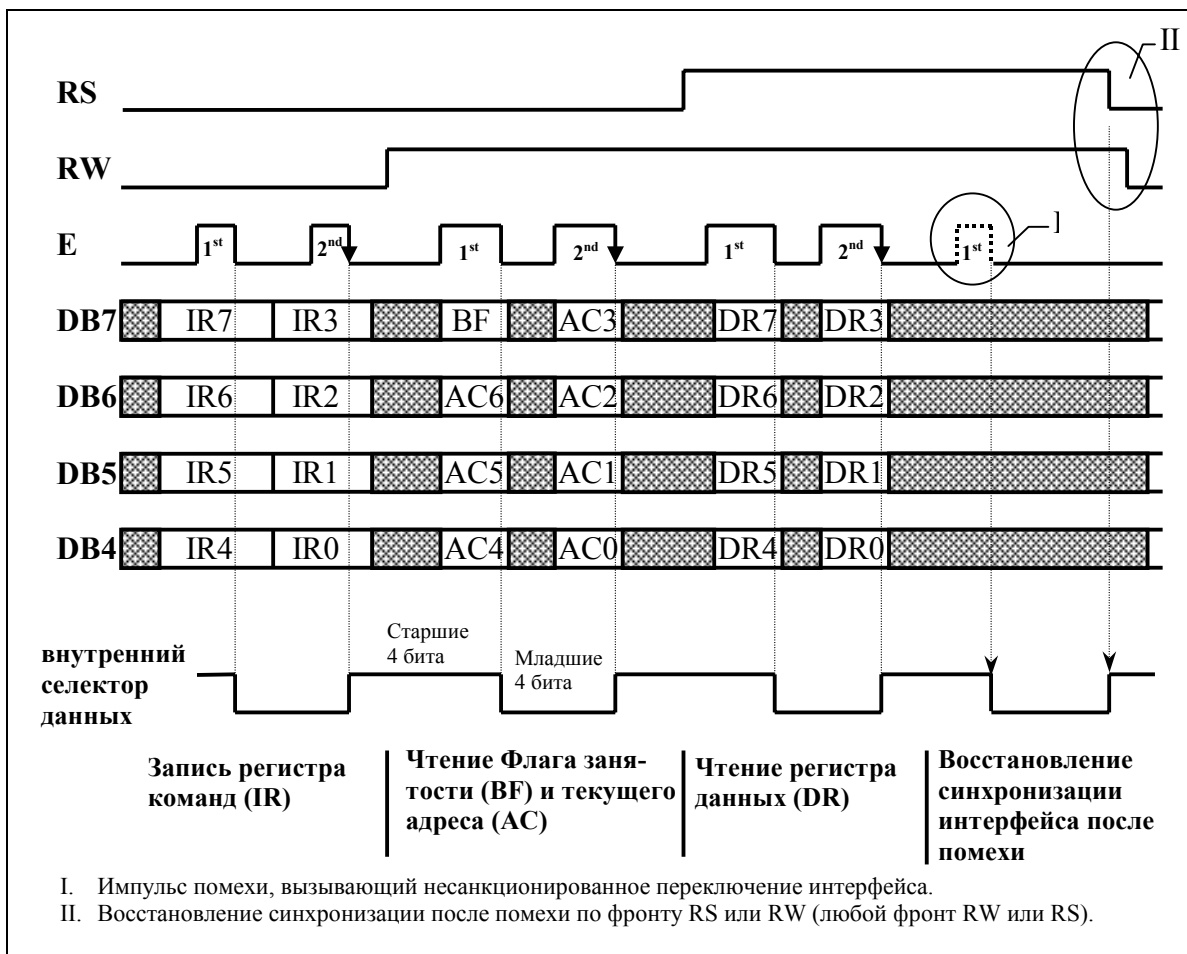

Рис.3. Пример работы 4-х разрядного интерфейса.
- в режиме 4-х разрядного интерфейса для обмена информацией с МПУ используется только 4 разряда шины данных (DB4-DB7). Разряды DB0-DB3 не используются. Команды и данные передаются через 4-х разрядный интерфейс в два приема, соответственно подается два импульса E (см. рис.3). Сначала передаются старшие 4 бита, затем младшие 4 бита. Внутренний селектор данных контроллера выбирает старшую или младшую тетраду выбранного регистра, переключаясь по заднему фронту сигнала E. Команда считается поданной только после второго импульса E и, соответственно, Флаг занятости выставляется в "1" только по заднему фронту второго импульса E.
Чтобы этого не произошло, в контроллер введена функция синхронизации интерфейса, обеспечивающая правильный порядок следования данных в 4-х разрядном интерфейсе: любое изменение сигналов RS или RW сбрасывает селектор данных в начальное состояние (см. рис.3). Другими словами любое изменение режима работы интерфейса (даже проверка Флага занятости) автоматически приводит его в начальное состояние. С другой стороны, изменять состояние RS и RW между импульсами E во время подачи одной команды не разрешается.